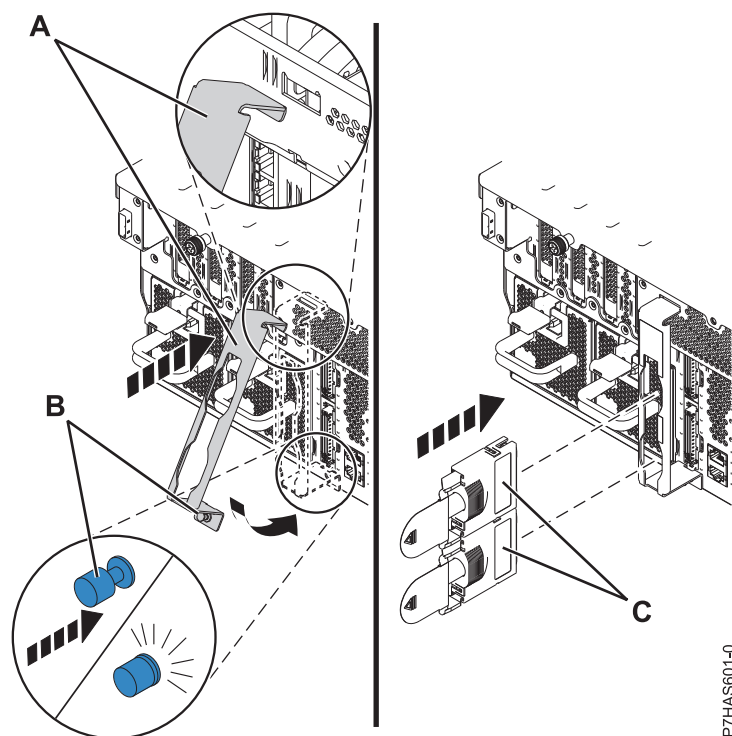

図 3. ケーブル保持ブラケットの取り付け
15. ケーブル保持ブラケット (A) (5 ページの図 3 に示す) が提供されている場合は、以下のステップを実行します。
- a. ケーブル保持ブラケット (A) を 5 ページの図 3 に示されているように斜めにして、ブラケット下部にあるタブをアセンブリーのスロットにはめ込みます。
- b. ケーブル保持ブラケットをシャーシ方向へ回転させ、ブラケット・ファスナー (B) をシャーシの開口部に押し入れてブラケットを固定します。
- c. システムの背面から、アダプター・ケーブル (C) を取り付けます。